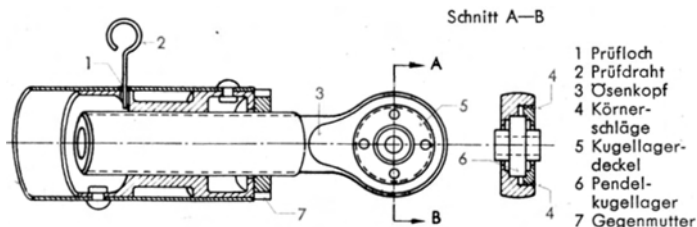

Abb. 2 Einstellen der Stoßstangenlänge
Das Einstellen der Stoßstangenlänge (Abb. 2) erfolgt am verstellbaren Stoßstangenkopf. Durch das rot umrandete Prüfloch (1) von 2 mm \varnothing wird festgestellt, ob ein eingeschobener Prüfdraht (2) auf das Schraubengewinde trifft.